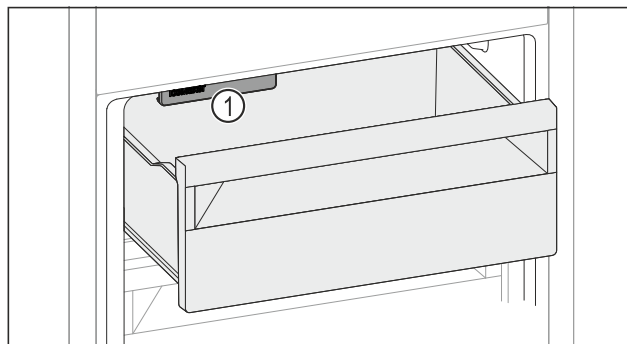

Fig. 56
- ▶ Če ste živila vstavili na levo stran predala: Upoštevajte IceMaker Fig. 56 (1).